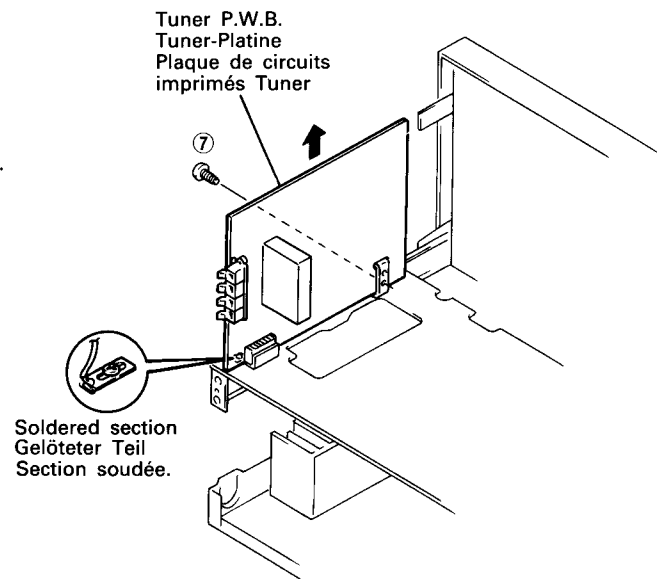

Fig. 3 Abb. 3
3. **Tuner-Platine (Abb. 3)**
3. Plaque de circuits imprimés Tuner (Fig. 3)